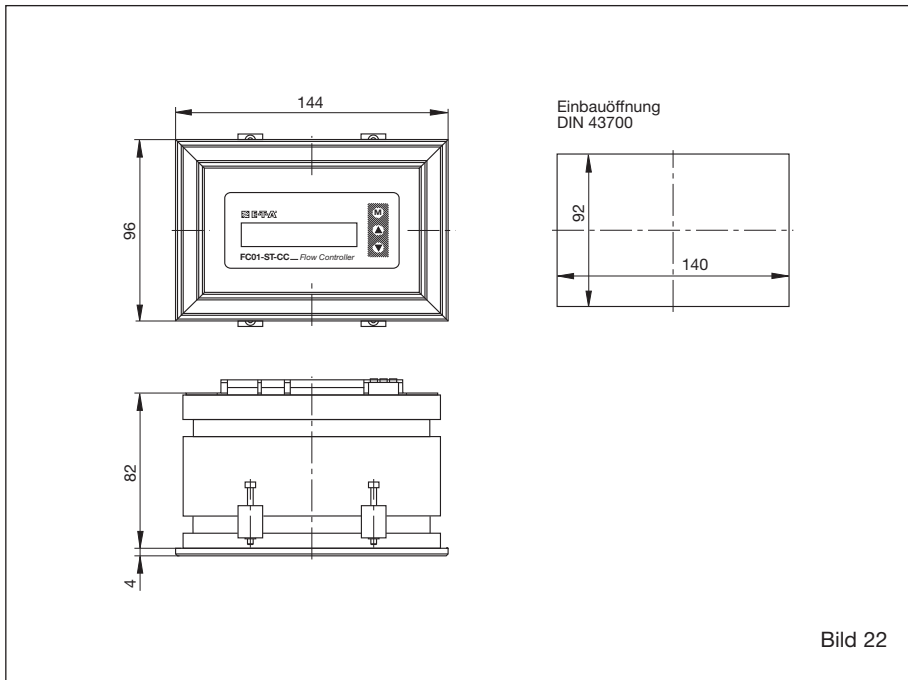

Bild 22
- Das Gehäuse in die Vorderseite der Einbauöffnung einschieben und mit 4 Schrauben von hinten befestigen. (siehe Bild 22)